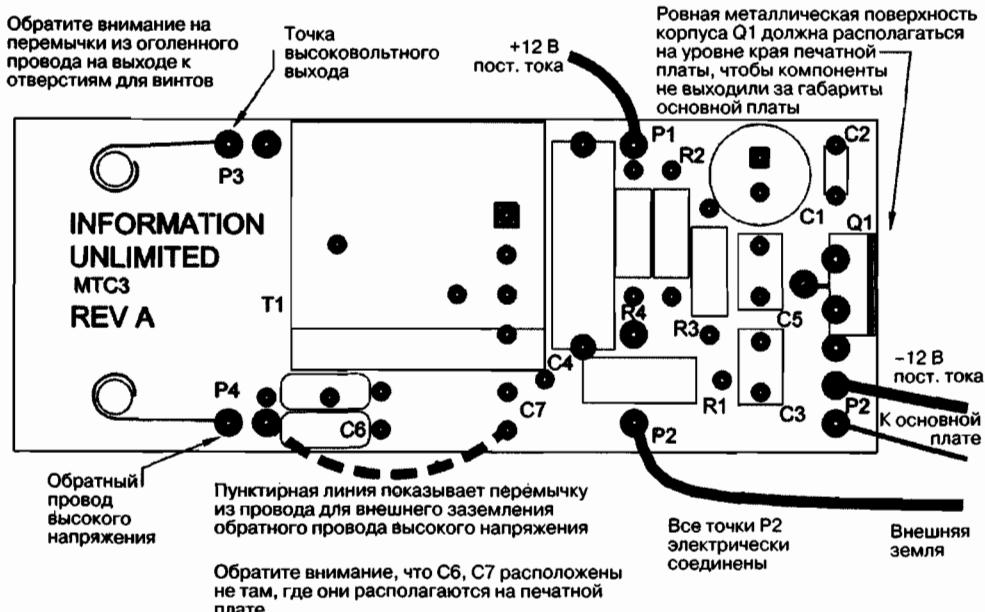

Рис. 16.3. Размещение компонентов на печатной плате PCB
2. Возьмите печатную плату PCB, как показано на рис. 16.3, или изготовьте соответствующую макетную плату с перфорацией отверстий. Размер печатной платы 8,89x3,49 см, на плате проправлена трафаретная печать с помеченными условными обозначениями компонентов, чтобы ускорить размещение компонентов на плате PCB. Обратите внимание, что транзистор Q1 должен быть установлен перпендикулярно к поверхности платы. Это важно для эффективного отвода тепла от транзистора и механической прочности.
С рис. 16.3